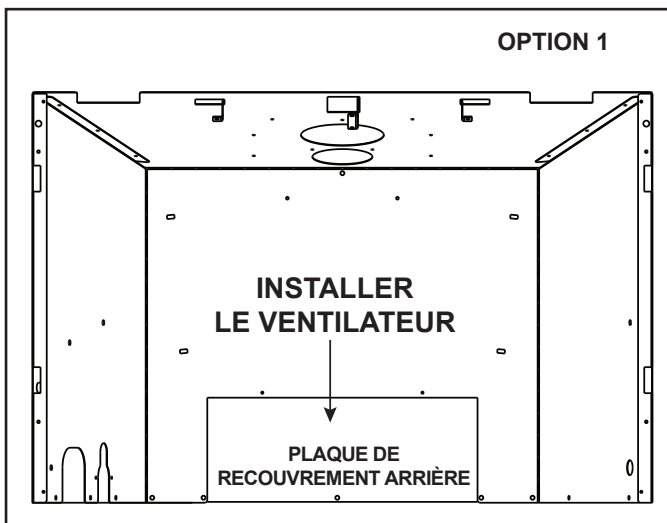

Figure 6.4 Couverture retiré (option 1)
- Retirez les cinq vis de la plaque de recouvrement arrière. Voir la figure 6.4.